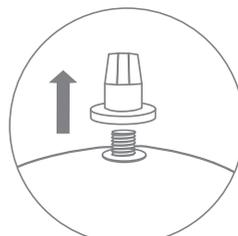

Рис. 22
3. Удалите транспортную заглушку (рис. 22), которая закрывает резьбовой штуцер подключения воды: в верхней части накопительного бака открутите транспортную заглушку против часовой стрелки.